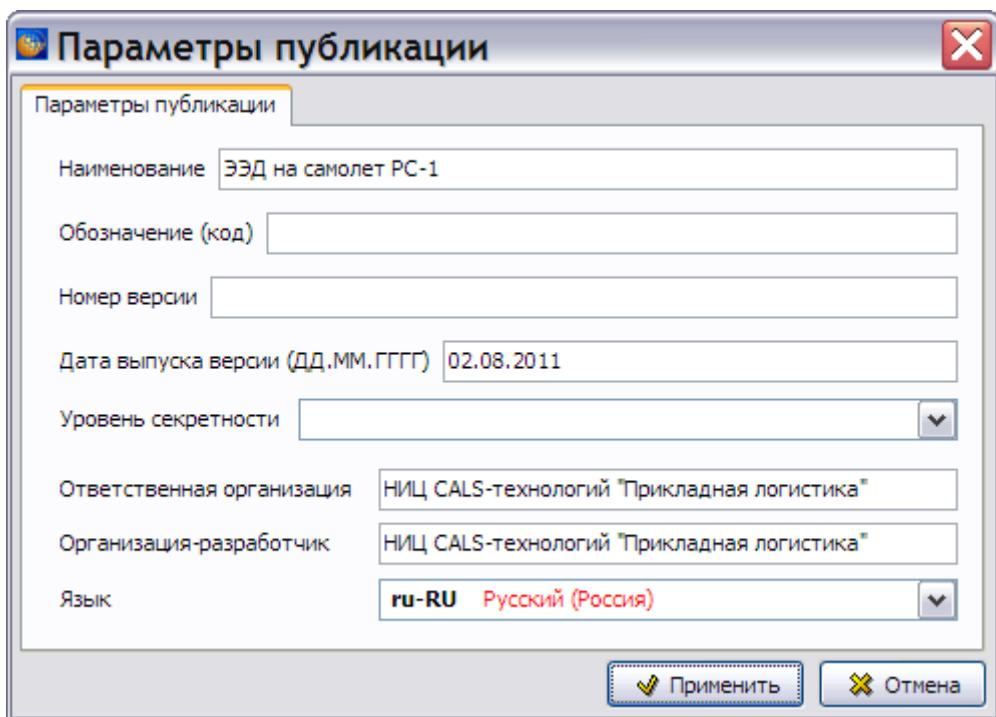

Рис. 214
2. В меню **Публикация** выберите команду **Редактировать**. После этого откроется окно **Параметры публикации** (Рис. 214).